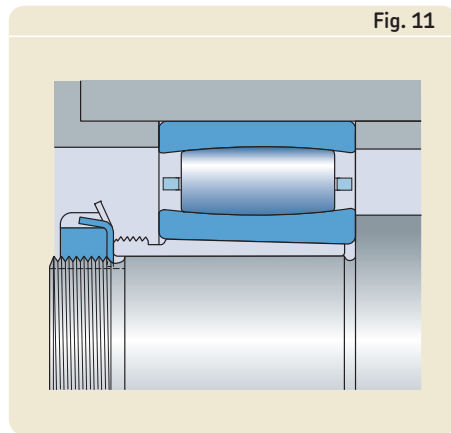
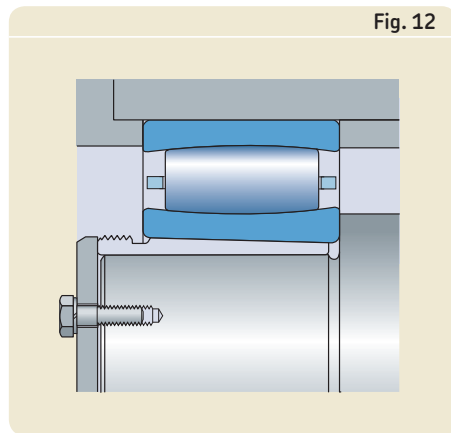

Fig. 11
Fig. 12
- på en avdragshylsa mot en ansats på axeln fixeras med en låsmutter (→ **fig. 11**) eller en ändbricka (→ **fig. 12**).